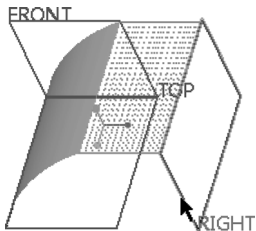

图 5-114 将曲面延伸到参考平面
-  (将曲面延伸到参考平面): 选中该图标按钮后, 可以使用“参考平面”收集器选择参考平面。以此方式延伸的示例如图 5-114 所示。